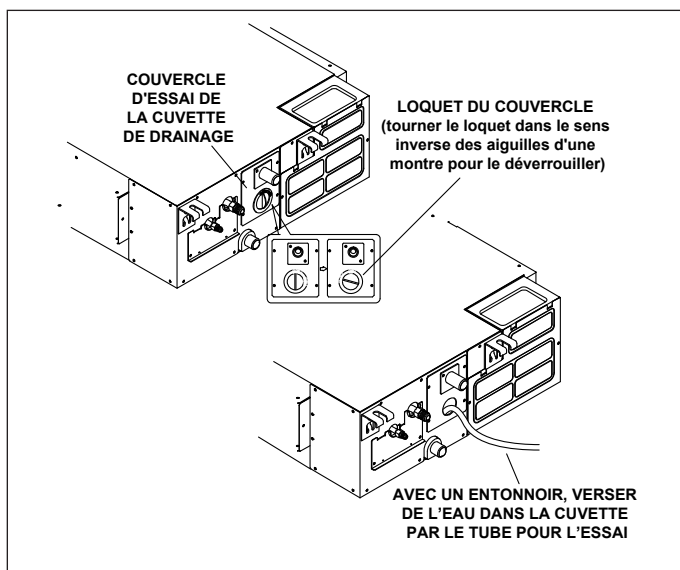

Figure 21. Essai de drainage du condensat
6. Si l'unité est installée dans une application comprenant un plafond en plaques de plâtre, il est obligatoire qu'un panneau d'accès soit installé dans un endroit convenable. Ce panneau sera aussi nécessaire en cas de maintenance. L'accès est nécessaire au cours de la mise en service pour tester le système d'élimination du condensat. Voir la « Figure 21. Essai de drainage du condensat » à la page 15.